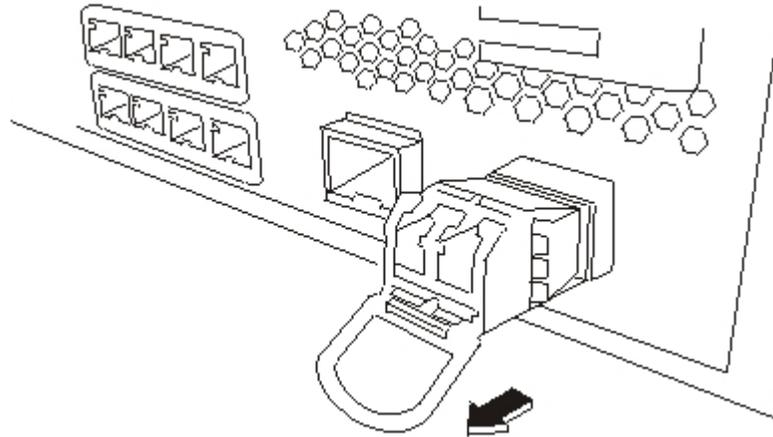

Figure 19. Retrait de l'émetteur-récepteur SFP
- Tirez vers le bas le loquet bleu situé à l'avant de l'émetteur-récepteur, comme illustré dans la figure 19.